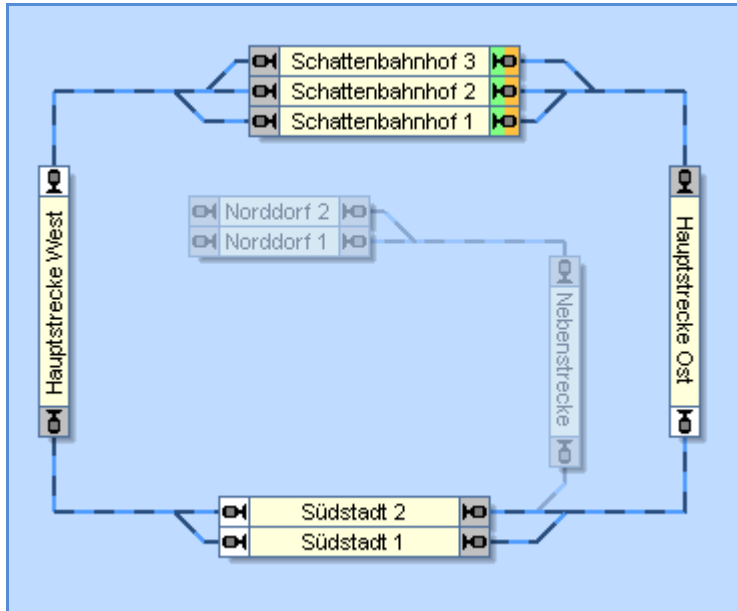

Abbildung 101: Zugfahrt mit alternativen Wegen
Abbildung 101 zeigt eine Zugfahrt für Zugbewegungen, die in einem der drei Blöcke im „Schattenbahnhof“ beginnen, im Uhrzeigersinn die Hauptstrecke entlang führen, „Südstadt“ über einen von zwei Blöcken passieren und wieder im „Schattenbahnhof“ enden.
Weiterhin kann jede Zugfahrt in eine der beiden möglichen Richtungen, also als Hinfahrt oder Rückfahrt gestartet werden. Wenn eine Zugfahrt als Rückfahrt gestartet wird, werden die angegebenen Zielblöcke als Startblöcke verwendet und die Startblöcke werden zu Zielblöcken. Die Zugfahrt von Abbildung 101 kann durch den Start als Rückfahrt auch gegen den Uhrzeigersinn ausgeführt werden.
Die Begriffe *Start* und *Ziel* werden hauptsächlich dazu verwendet, um zu verdeutlichen, von wo nach wo Züge fahren. Der tatsächliche Startblock kann auch im Innern einer Zugfahrt liegen, falls dies gewünscht wird. In Abbildung 101 versucht der *Fahrdienstleiter* einen im „Schattenbahnhof“ befindlichen Zug zu starten. Er kann aber auch angewiesen werden, einen in „Südstadt“ wartenden Zug zu starten, falls dies gewünscht wird. Wenn Sie einen in „Südstadt“ wartenden Zug anklicken und dann die Zugfahrt mit diesem Zug starten, dann startet der Fahrdienstleiter diesen Zug, auch wenn dieser sich nicht direkt in einem Startblock der Zugfahrt befindet.
Durch Betrachtung der Abbildung 101 wird deutlich, dass es mit einer einzigen Zugfahrt und durch Auswahl einiger weniger Blöcke, Weichenstraßen und Verbindungen möglich ist, alle möglichen Zügbewegungen in beiden Richtungen auf der Hauptstrecke dieser Anlage zu beschreiben.
- Es ist beispielsweise möglich, „Südstadt 1“ als weiteren Zielblock in Abbildung 101 festzulegen. Wenn „Südstadt 1“ frei ist, kann ein Zug, der von „Hauptstrecke Ost“ kommt, „Südstadt 1“ als Ziel auswählen und dort die Zugfahrt beenden. Wenn „Südstadt 1“ nicht frei ist, wird ein Zug über „Südstadt 2“ zum „Schattenbahnhof“ weiterfahren.
Der *Fahrdienstleiter* folgt einer ausgeklügelten Strategie, wenn er einen von mehreren möglichen Wegen zum Ziel einer Zugfahrt auszuwählen hat. In Abbildung 101 beispielsweise kann der Fahrdienstleiter jeweils zwischen drei Möglichkeiten wählen, wenn sich ein Zug von links oder rechts dem „Schattenbahnhof“ nähert.
Im allgemeinen wird ein Block oder eine Weichenstraße in einer Zugfahrt freigegeben, wenn der Zug einen Block hinter diesem Block/dieser Weichenstraße erreicht hat und wenn dieser Block/diese Weichenstraße nicht mehr belegt ist. In Abbildung 101 beispielsweise wird Block „Hauptstrecke Ost“ nicht eher freigegeben, bevor ein vom „Schattenbahnhof“ kommender Zug „Südstadt“ erreicht hat. Wenn „Hauptstrecke Ost“ bei Erreichen von „Südstadt“ jedoch immer noch als belegt gemeldet wird, dann wird die Freigabe von „Hauptstrecke Ost“ noch weiter verzögert, bis die Belegtmeldung in „Hauptstrecke Ost“ erlischt.